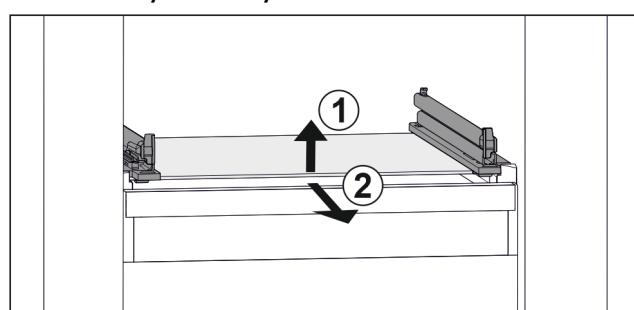

Fig. 46 Приближене відображення скляної пластини
- Підняти скляну пластину спереду. Fig. 46 (1)
- Вийняти скляну пластину рухом вперед. Fig. 46 (2)